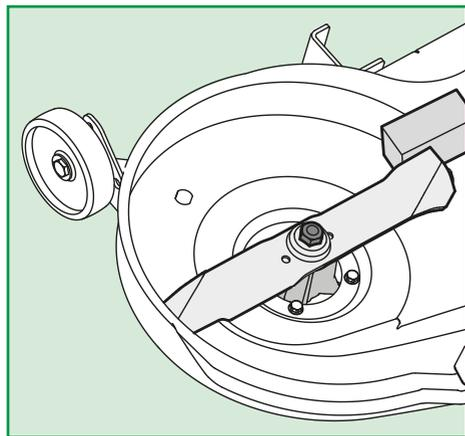

Figura 26
3. Retire la tuerca que prende la lámina al eje rotativo. Ver Figura 26;